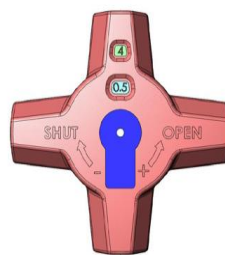

Рис.2. Заданное значение - 4,5 оборота
2. Откройте клапан до текущего значения. (Рис. 2)
Для проверки настройки и фиксации: закройте клапан, и на дисплее появится значение 0.0. Проворачивайте маховик до упора, пока показания не станут значениями по умолчанию (это 4,5 оборота, см. рис. 2).